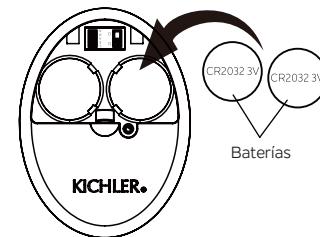

Figura 27
Paso 2. Para que el ventilador funcione, instale dos baterías CR2032 de 3 V (incluidas). Las baterías deben instalarse con el lado positivo (+) hacia arriba. Reemplácelas con baterías CR2032 cuando sea necesario. (Figura 27)